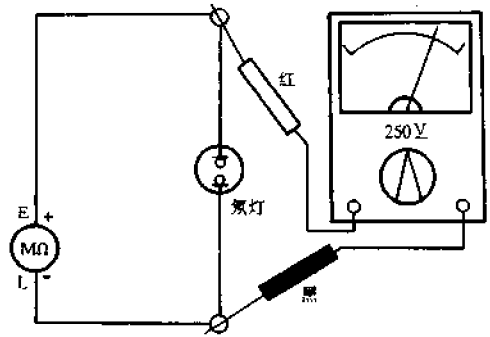

图 4-386 检测氖管的启辉、熄灭电压
(1) 将万用表置于  $R \times 10k$  挡, 测量氖灯两端的电阻值, 应为  $\infty$ 。若测得阻值为  $0\Omega$ , 说明其内部两金属片已粘连短路; 若测得的阻值不是  $\infty$ , 则说明漏电, 这样的管子是不能使用的。
(2) 测量  $U_i$  和  $U_H$  值。测试方法如图 4-386 所示。摇动兆欧表后将看到氖灯发光, 这时万用表指示的值为  $U_i$ ; 再逐渐降低摇动兆欧表的转速, 使其输出的直流电压降低, 这时氖灯将变暗以至熄灭, 刚熄灭时万用表指示的电压值即为熄灭电压  $U_H$ 。注意, 未发光的氖灯加  $U_H$  至  $U_i$  间电压时, 它并不发光。